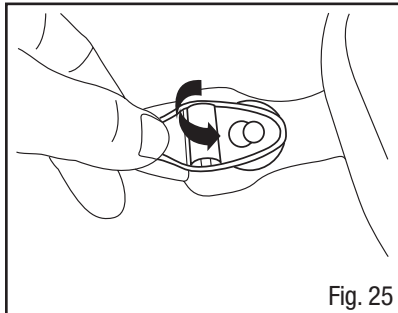

Fig. 25
1. Quite el Arnés para la cabeza existente al zafar el broche de los botones (Fig. 25).